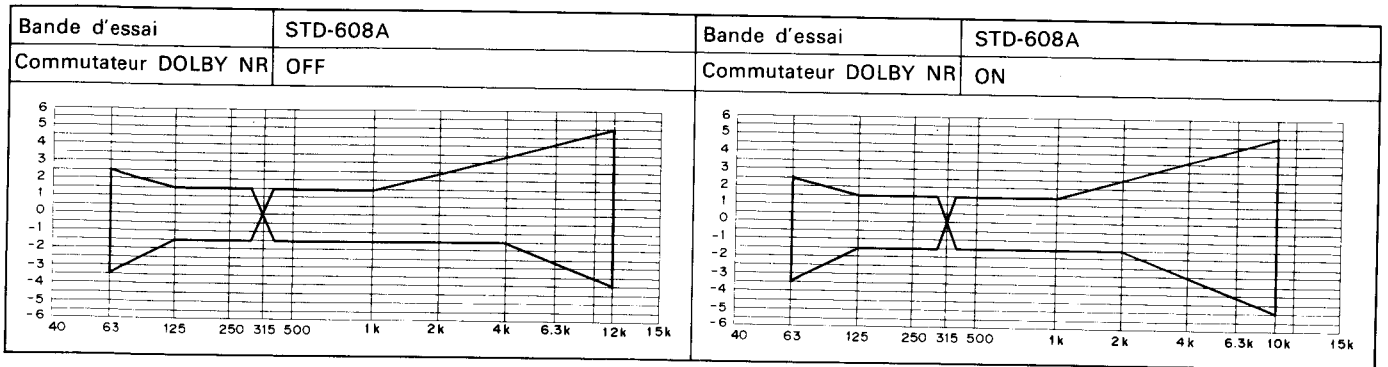

Fig. 12-8 Zone de tolérance de la réponse de fréquence d'enregistrement et de lecture (NORM)
• Changer la bande d'essai et la position du commutateur de réducteur de bruit DOLBY, et vérifier que la courbe de réponse en fréquences indiquée sur la Fig. 12-8,9 est respectée.